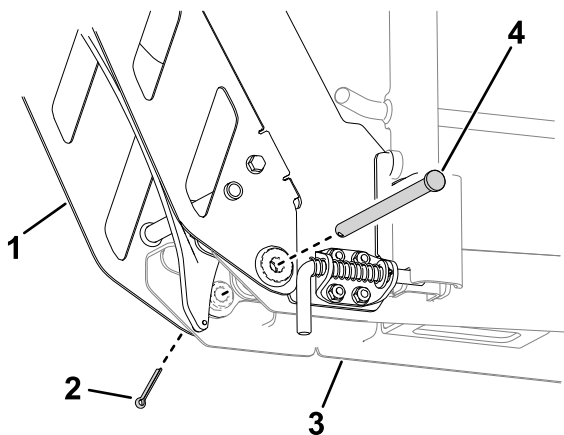

Bild 16
10. Befestigen Sie die Rampenbaugruppe mit einem Lagerbolzen und einem Splint an der Schiene (Bild 16).